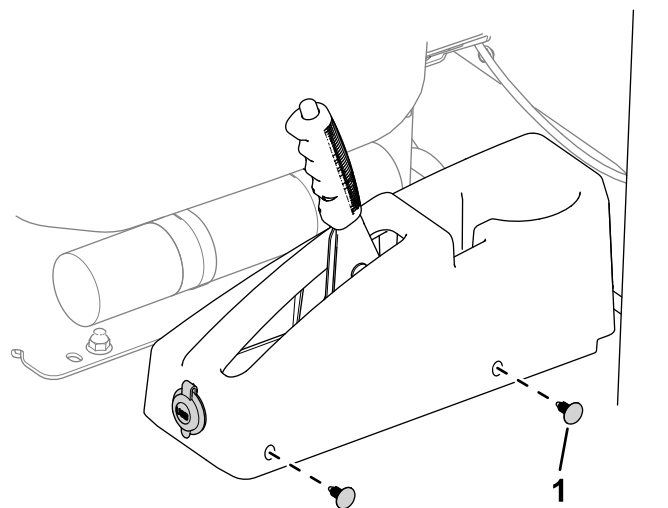

図 4
7. プラグ4個で、駐車ブレーキカバーを機体に固定する 図 4。